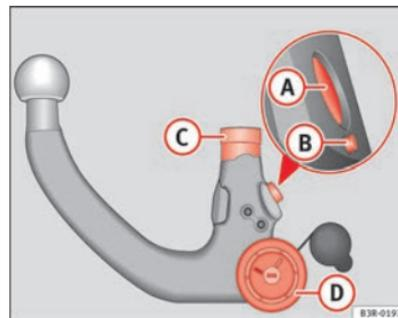

Fig. 153 Dispositivo desmontable para remolque: Rótula
- Compruebe que el perno de bloqueo (A), la palanca de desenclamamiento (B), el vástago de encaje (C) y la rueda moleteada (D) ⇒ página 210, fig. 153 de la rótula no están sucios ni deteriorados.